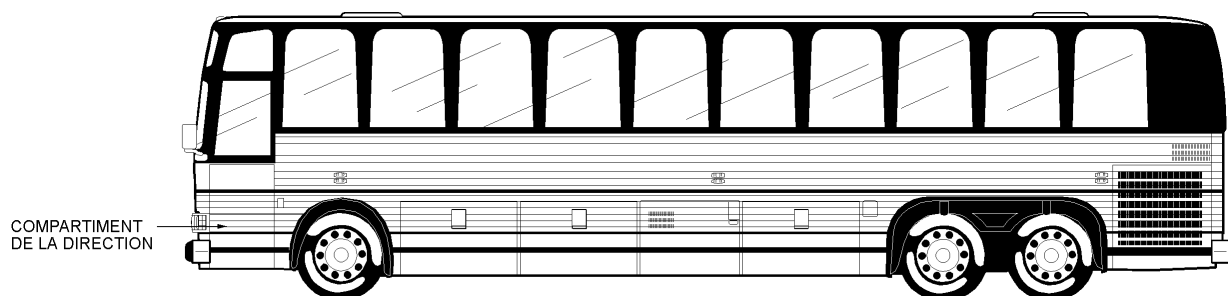

FIGURE 1 : COMPARTIMENT DE LA DIRECTION
1. Ouvrir la porte du compartiment de la direction. Localiser le module électronique de commande d'abaissement de la suspension avant (voir figures 1 et 2). Le module électronique est situé sur le mur adjacent au passage de roues.